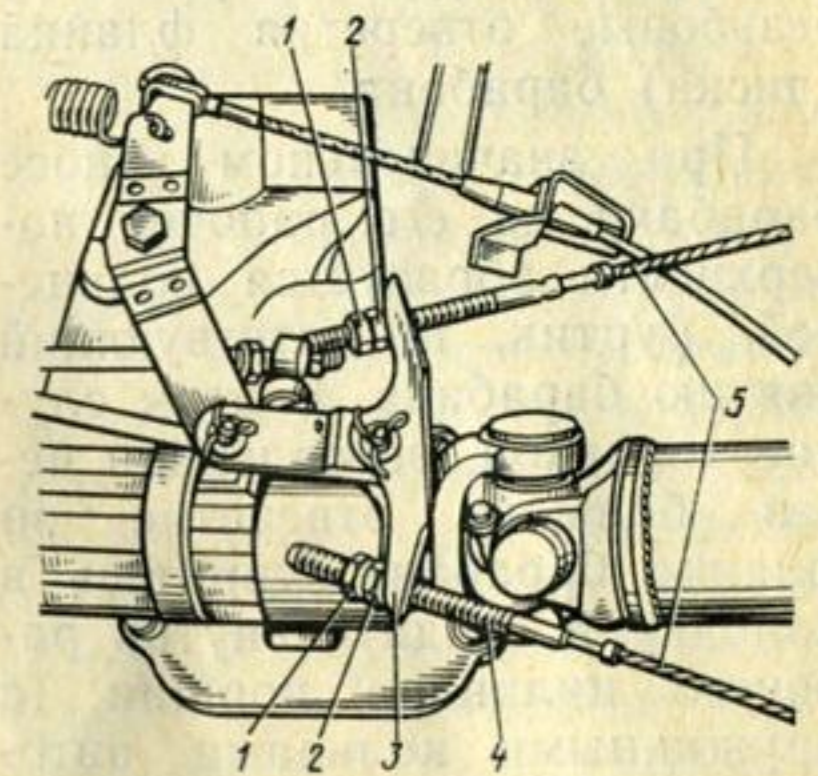

Рис. 66. Регулировка привода стояночной тормозной системы:
Сначала отрегулируйте ход рычага привода, для чего отпустите контргайки 1 (рис. 66) и вращением регулировочных гаек 2 добейтесь, чтобы затормаживание колес происходило при перемещении рычага вверх на 6—8 зубцов сектора.
1. Полностью ослабьте натяжение задних тросов, для чего отверните контргайки 1 (см. рис. 66) и регулировочные гайки 2, переместив их на концы регулировочных наконечников 4.